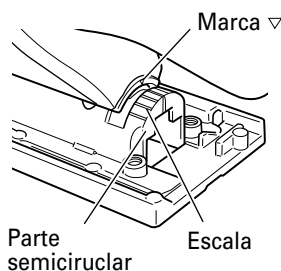

Fig. 22
- (2) Alinee la escala (desde 0 grado a 45 grados en incrementos de 15 grados) del parte semicircular de la base con la marca [▽] de la cubierta del engranaje. (Fig. 22)